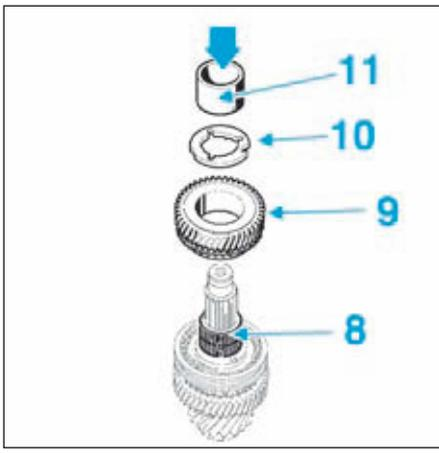
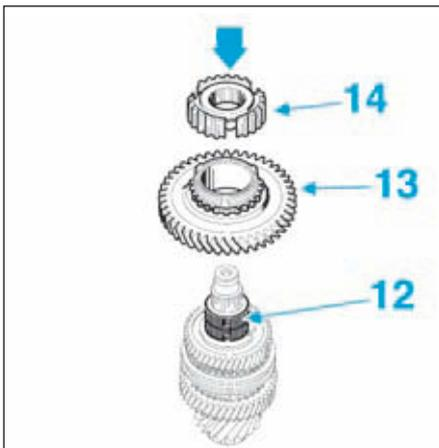

FIG.37
FIG.38
- Poser la cage à aiguilles (8) (Fig.37).
- Poser le pignon fou de 4° (9) muni de sa synchronisation, la rondelle cannelée (10) puis la bague sous pignon fou de marche arrière (11) à l'aide d'un mandrin de diamètre approprié indice "N" et appliquer une pression de 5 tonnes.
- Mettre en place la cage à aiguilles (12) (Fig.38).
- Poser le pignon fou de marche arrière (13) muni de sa synchronisation et le moyeu baladeur de marche arrière (14) à l'aide d'un mandrin de diamètre approprié indice "N".